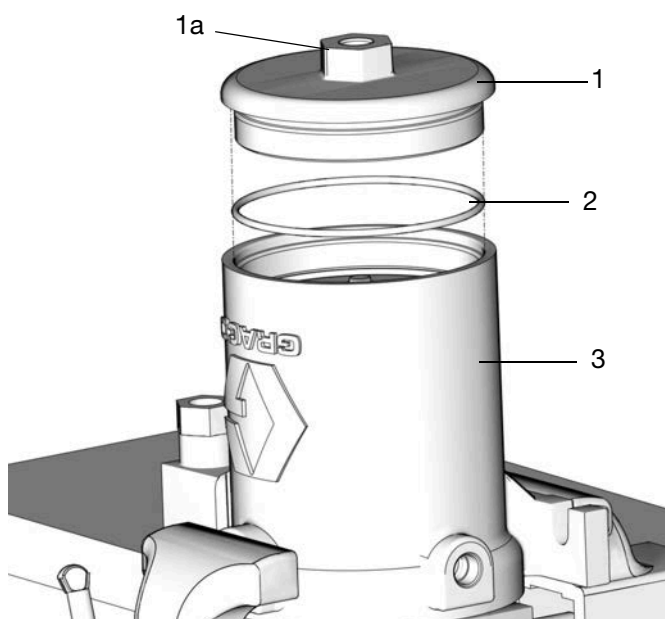

FIG. 34
10. Appliquez une fine couche de graisse sur le joint torique (2) du couvercle. Placez le joint torique sur le couvercle (1) (Fig. 34).
11. Mettez le couvercle dans le fond du cylindre (3) du moteur pneumatique. Poussez sur le haut du couvercle pour l'aider à se mettre en place et à comprimer le ressort. Placez une clé sur l'écrou (1a) pour tourner et serrez bien le couvercle, puis serrez au couple de 37,9 à 43,4 N•m Fig. 34.